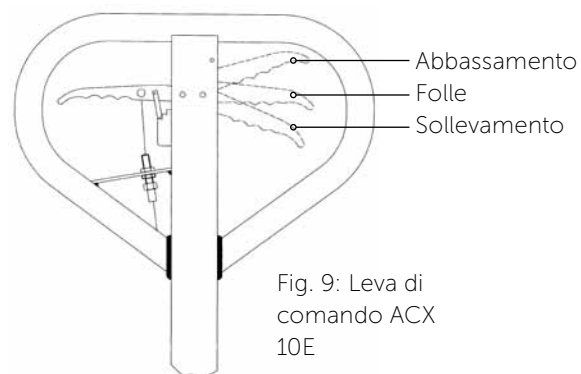

Fig. 9: Leva di comando ACX 10E
All'occorrenza, regolare la leva di comando come descritto in seguito (fig. 9):
- Se l'impugnatura di comando si trova in posizione "Abbassamento" e le forche non si muovono verso il basso, ruotare il dado di regolazione in senso orario, fino al verificarsi dell'azione corrispondente alla posizione dell'impugnatura. Successivamente verificare la posizione "folle" come da fig. 9 ed accertarsi che la posizione del dado di regolazione sia corretta.